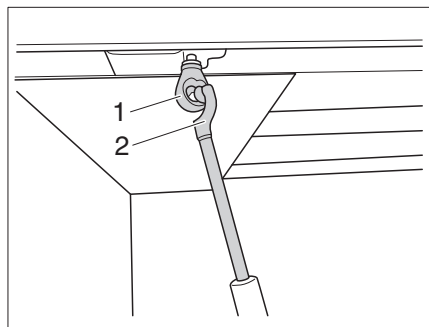

Bild 155 Höjdinställning
- Haka fast veven (Bild 155,2) i öglan (Bild 155,1) på höjdjusteringen.